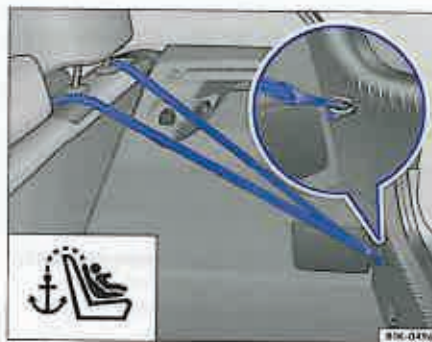

Fig. 40 Imagine de referință: Punct de fixare pentru scaunul ISOFIX cu centura superioară de fixare.
- Fixați centura în inelul de prindere din portbagaj ⇒ **fig. 40**.
- Se pot folosi ca puncte de fixare numai inelele de prindere ⇒ **fig. 40** marcate cu o pictogramă.
- De inelele de prindere din portbagaj ⇒ **fig. 40**, se poate fixa numai o centură a unui scaun pentru copii. Nu este permisă fixarea simultană și a altor centuri, de ex. pentru fixarea bagajelor, în același inel de prindere.
- Scaunele pentru copii cu sistem ISOFIX și cu centură superioară sunt reprezentate într-o pictogramă ⇒ **fig. 40**. ◀